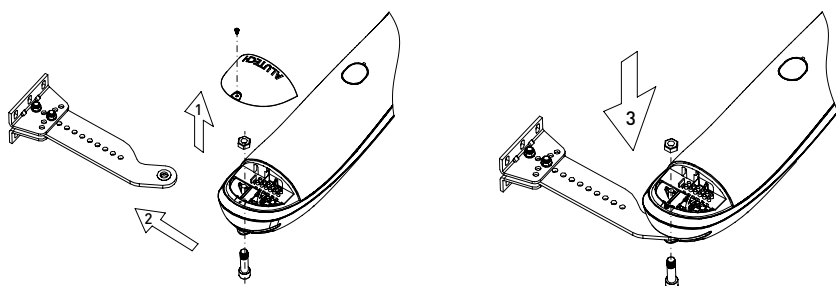
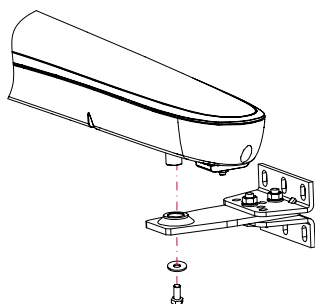

Рисунок 12. Установка привода на крепление заднее
Рисунок 13. Установка привода на крепление переднее
- Установите привод на заднее (рис. 12) и переднее (рис. 13) крепления. Перед установкой привода на переднее крепление, смажьте посадочную часть вилки густой смазкой. Для установки привода на переднее крепление, разблокируйте привод (раздел «4.3. Ручная разблокировка») и переместите створку руками.